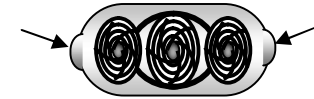

Рис. 3
- Снять **фильтровальный блок** (без применения инструмента), одновременно нажав **защелки-фиксаторы** (рис.3).
- Снять верхнюю и нижнюю защитные решетки (без применения инструмента), одновременно нажав защелки-фиксаторы рис.3.